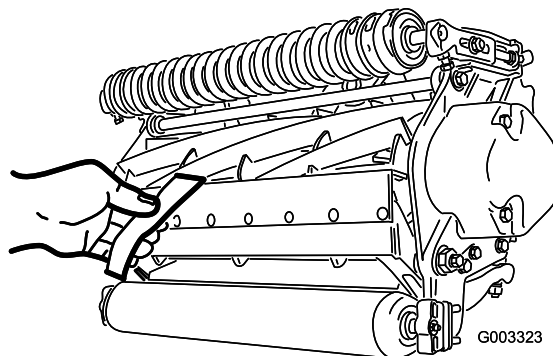

図8
- B. リールと下刃の間に、下刃に対して垂直になるように、カッティングパフォーマンスペーパー(Toro部品番号125-5610)の長いストリップを挿入し(図8)、次にリールをゆっくりと前方に回転させる。紙が切れるはずですが、切れない場合は、切れるまで手順AとBを繰り返す。
13. 刃合わせチェックペーパー Toro P/N 125-5610 を、リールとベッドナイフとの間に入れてベッドナイフに対して直角にセットし(図 8)、リールをゆっくりと前転させる紙が切れれば適切。左右のベッドバー調整ボルトをそれぞれ1クリックだけ締め、もういちど紙を切るテストを行う。紙が切れるまでこれを繰り返す。